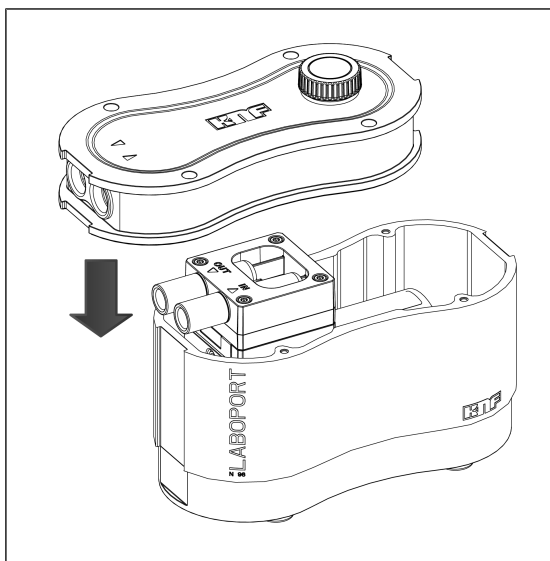

Fig.12: Colocar la tapa de la carcasa
- Apretar los tornillos (4) de forma cruzada (par de apriete: 190-200 Ncm).
- Colocar con cuidado la tapa de la carcasa (Fig. 7/2) sobre la carcasa de la bomba (3) (ver Fig. 12).